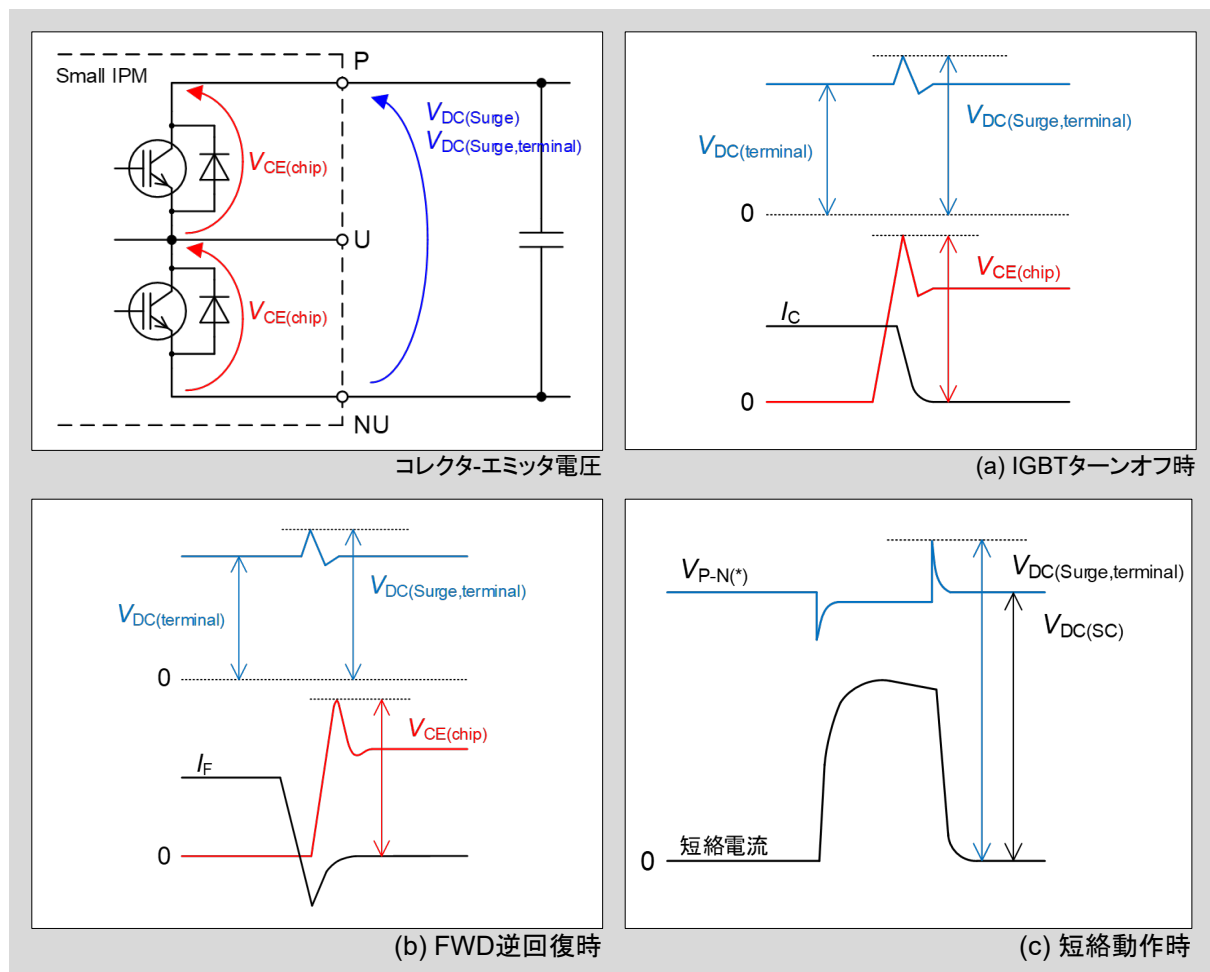

図1-7 IGBTターンオフ時、FWD逆回復時と短絡動作時の波形
- 図1-7にIGBTターンオフ時、FWD逆回復時および短絡動作時の波形を示します。それぞれの動作の $V_{DC(Surge,terminal)}$ は異なるため、 $V_{DC(terminal)}$ は上記の動作モードを想定して設定する必要があります。